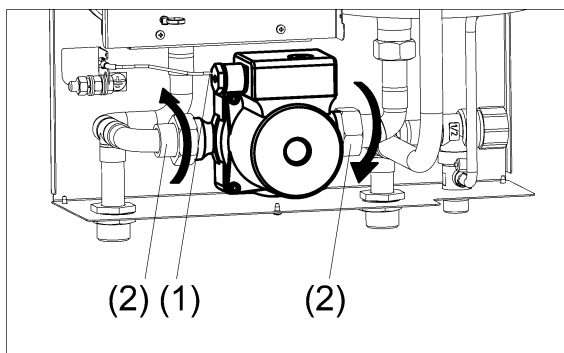

Рисунок 10. Замена циркуляционного насоса
- (1) Отсоедините провода, идущие от клеммника насоса.
- (2) Отверните резьбовые соединения трубопроводов (см. рис. 10).
- (3) Аккуратно извлеките насос.
- (4) Установите новый насос используя новый комплект уплотнительных колец.
- (5) Проверьте герметичность резьбовых соединений насоса.
- (6) Подсоедините провода к клеммнику насоса соблюдая полярность.